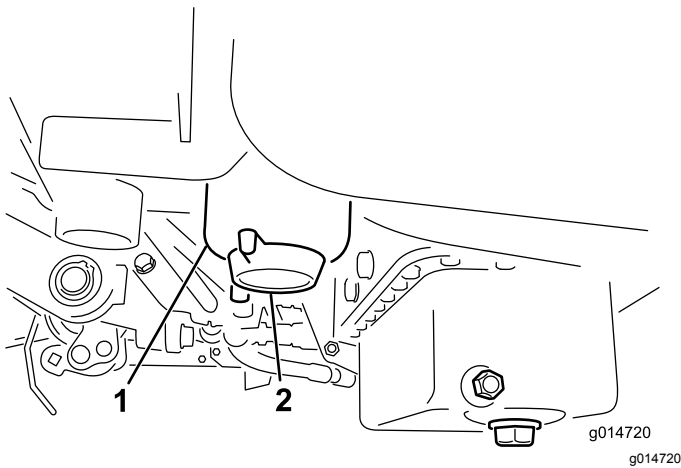

Figura 43
2. Limpe a zona de montagem do recipiente do filtro (Figura 43).
4. Abra o tampão de escoamento do filtro (Figura 43).